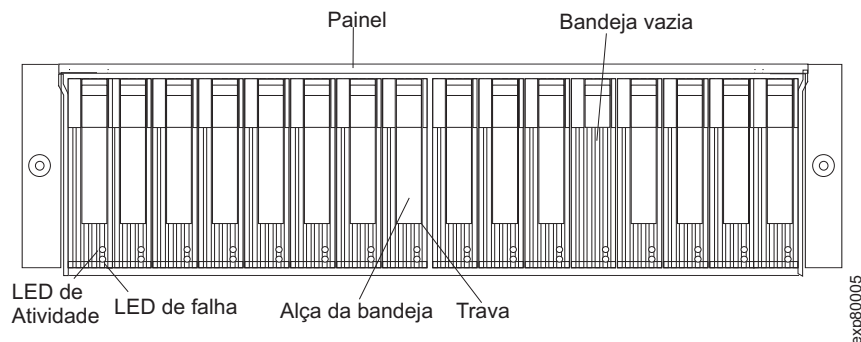

Figura 79. LEDs de E-DDM de hot swap
2. Verifique os LEDs de Falha mostrados em Figura 79. Se algum LED âmbar estiver aceso, consulte o “Resolvendo Problemas” na página 169.